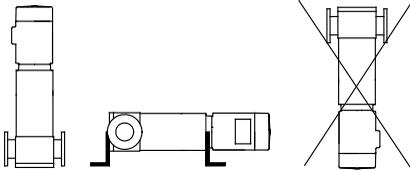

Fig. 2 Placering af pumpen
- Installer altid pumpen med motoren over pumpen for at undgå overophedning af motorlejerne. Se fig. 2.